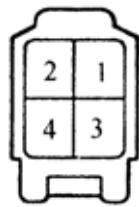

图 9-22
5) 检查信号发生器(感应线圈)的电阻。用欧姆表测量端子 2 和 3 之间的电阻, 如图 9-22 所示。冷的时候感应线圈电阻: $185\sim275\Omega$; 热的时候感应线圈电阻: $240\sim325\Omega$ 。如果电阻值与额定值不符, 则更换分电器盖总成。